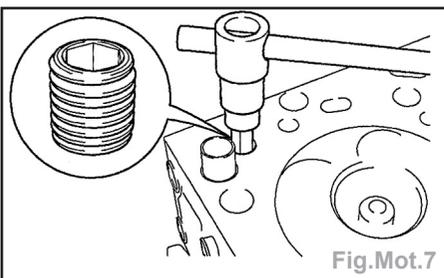

Fig.Mot.7
- reposer le trou d'huile du bloc-cylindres (vérifier que celui-ci n'est pas obstrué) (Fig.Mot.7),